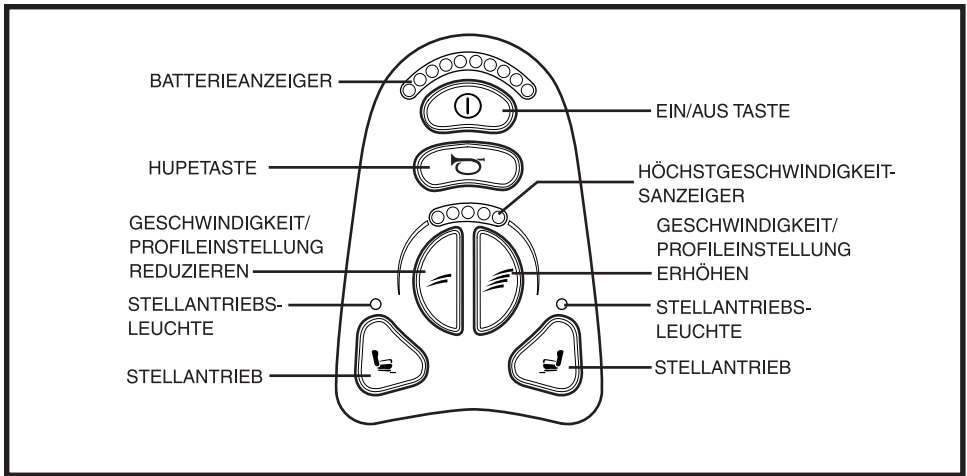

Abb. 4. VR2-Steuerungstastatur mit 6 Tasten
Das VR2-Steuergerät kann mittels der Stellantriebstasten und des Joysticks zwei Stellantriebe steuern. Der aktive Stellantrieb wird durch eine beleuchtete Stellantriebs-LED angezeigt. Siehe Abbildung 4.
2. Die Taste des gewünschten Stellantriebs drücken, um den Stellantriebsmodus zu wählen. Siehe Abbildung 4.